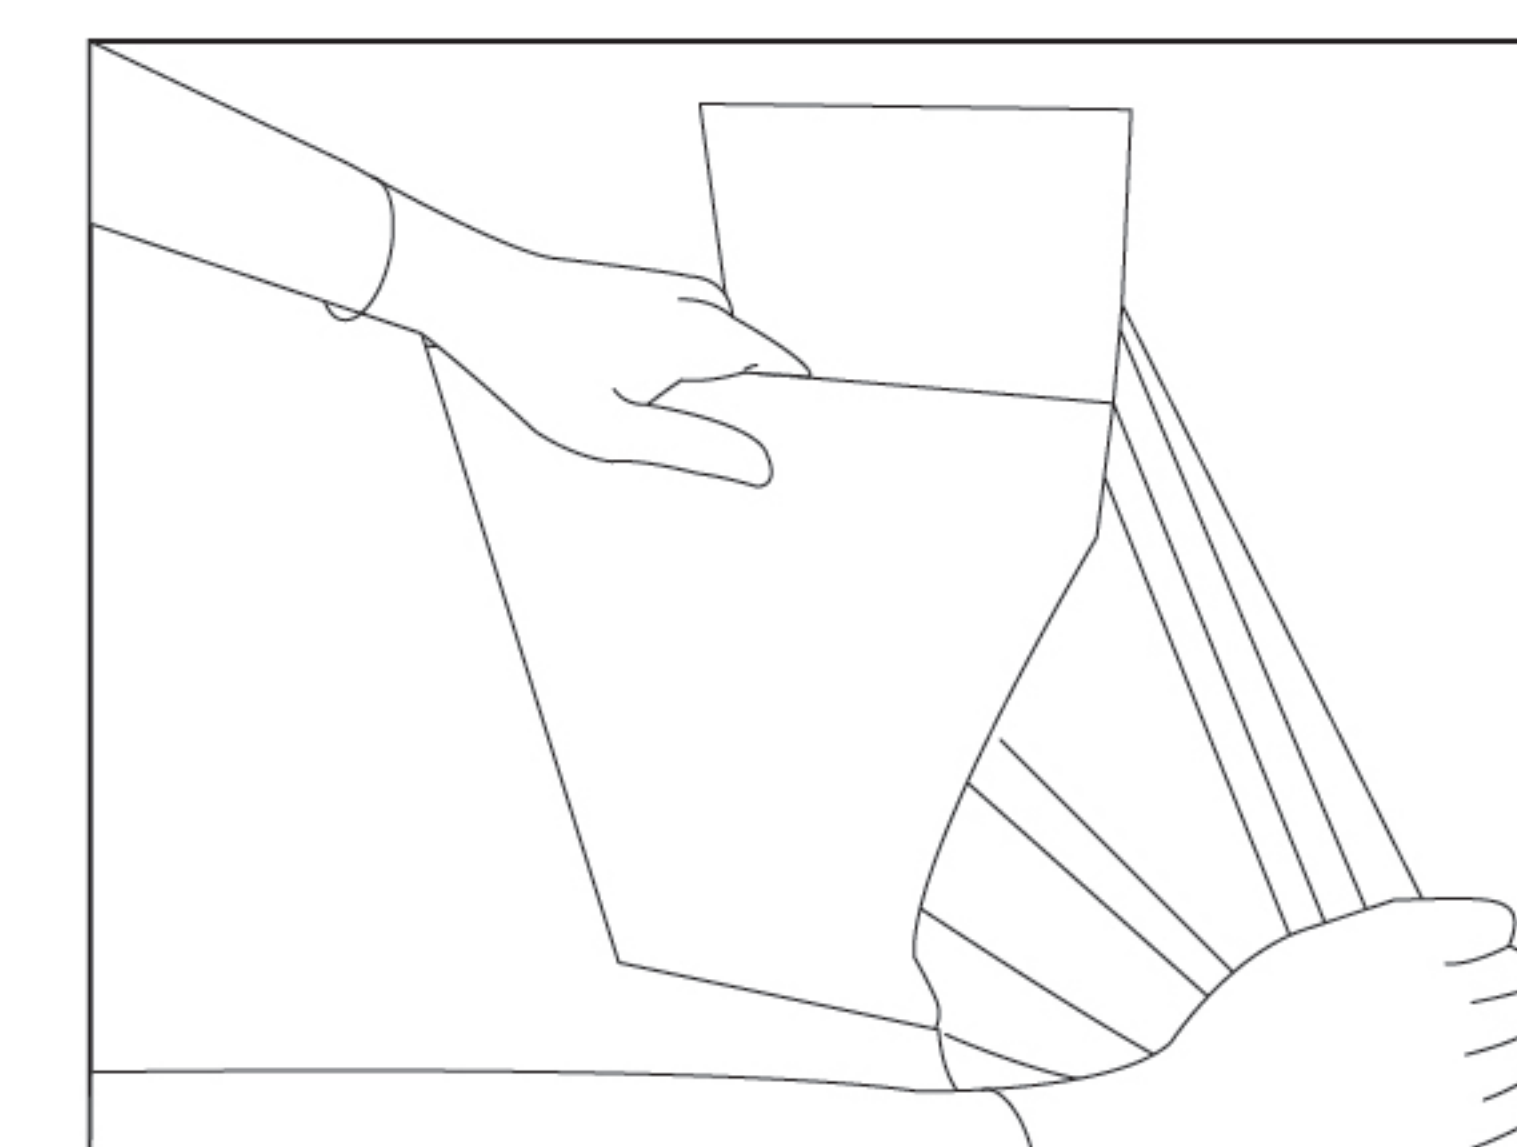

图14
9. 撕膜：撕掉风机外罩和装饰罩的保护膜；注意：带上防护手套。（见图14）